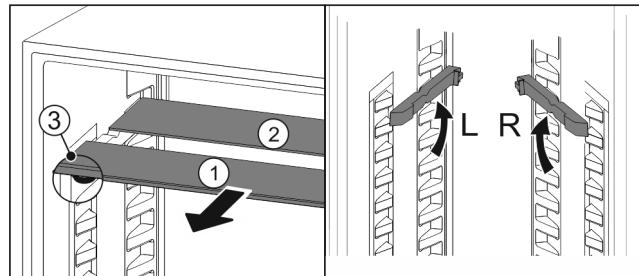

Fig. 29
- По одной извлеките Fig. 29 (1) стеклянные панели движением вперед.
► Стеклянная панель Fig. 29 (1) с декоративной планкой лежит спереди.
► Стопоры Fig. 29 (3) показывают вниз.